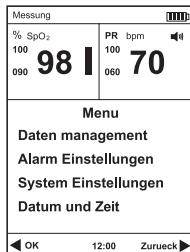

Abb.4-1
1. Drücken Sie den Netzschalter für 3 Sekunden um das Oximeter einzuschalten und dann drücken die Menütaste um in das Hauptmenü einzugehen, nehmen die Abb.4-1 Bezug.